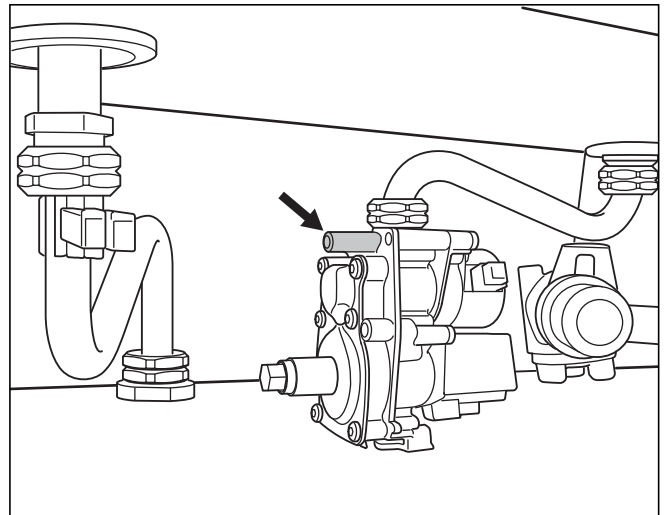

Abb. 6.4 Messstutzen Brennerdruck
- Schrauben Sie die Dichtungsschraube des Brennerdruck-Messstutzens heraus, siehe Abb. 6.4 Messstutzen Brennerdruck.
- Prüfen Sie, ob die korrekten Düsen eingesetzt sind, siehe Abb. 6.4 Düsenkennzeichnung. Vergleichen Sie dazu die Kennzeichnung auf den montierten Düsen mit den Angaben in der Tabelle im Abschnitt 10 Technische Daten. Dazu müssen Sie ggf. den Brenner ausbauen, siehe Abschnitt 7.5 Brenner reinigen.